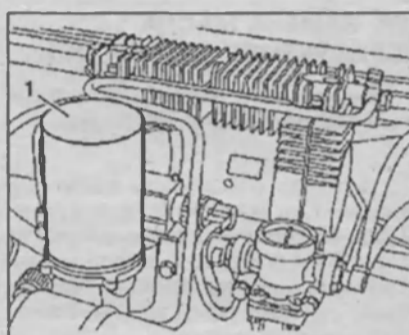

Рис. 2.26. Ослабьте и открутите картридж 1.
1. Ослабьте и открутите картридж 1 (рис. 2.26).